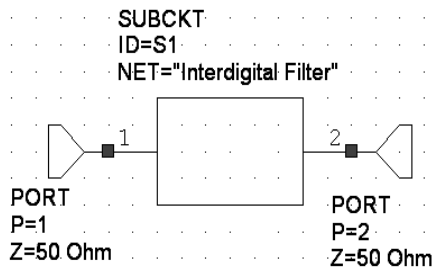

Рис. 5.39
5. Щёлкните мышкой по значку **Port** на панели инструментов и установите порт на входе схемы. Аналогично установите порт на выходе схемы, предварительно два раза щёлкнув правой кнопкой мышки, чтобы вернуть порт на 180 градусов. Созданная схема должна иметь вид, показанный на рис. 5.39.